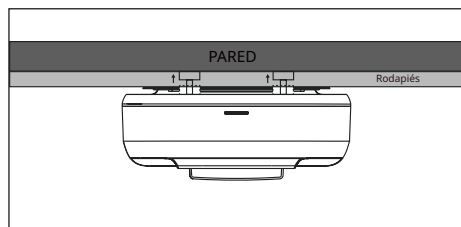

Figura 1
4. En condiciones de funcionamiento normal, mantenga despejado un radio de 100 cm (3,28 pies) por delante y de 50 cm (1,64 pies) a la izquierda y a la derecha. (Véase la Figura 1)